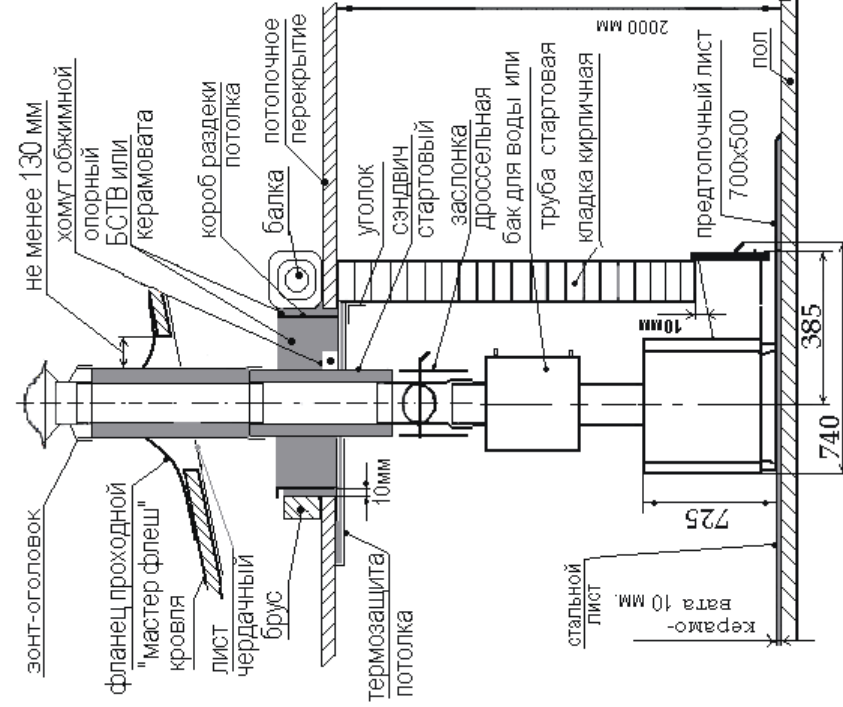

Рис.2. Схема установки печи «Чародейка Микро»
и определенной осью дымохода (см. п.7), установить топочный агрегат (1) ( см. рис. 2).
7.9. С целью снижения вертикальных нагрузок, как на дымоход, так и на топочный агрегат, на стартовый «сэндвич» в разделке потолка установить опорный обжимной хомут (см.рис.2,3).
7.11. На участок потолка над печкой установить термозащиту потолка (см. рис.2,3).
7.12. Вся дальнейшая сборка до пересечения с кровлей осуществляется однотипными элементами – «сэндвичами». Стыковка «сэндвичей» производится по «конденсату» (см. рис. 2).
7.13. Прохождение дымохода сквозь кровлю осуществляется с помощью фланца проходного «мастер флеш», гарантирующего как пожарную безопасность кровли, так и ее гидроизоляцию в месте прохождения дымохода (см. рис.2). Предварительно в кровле, в соответствии с осью дымохода, необходимо сделать отверстие, гарантирующее отступление всех возгораемых элементов кровли от наружной поверхности «сэндвича» не менее 130 мм. В зависимости от типа примененного кровельного материала выполнить работы по его сопряжению с установленной разделкой кровли.
7.14. На внутренней стороне кровли в зоне прохождения дымохода установить чердачный лист (см.рис.2).